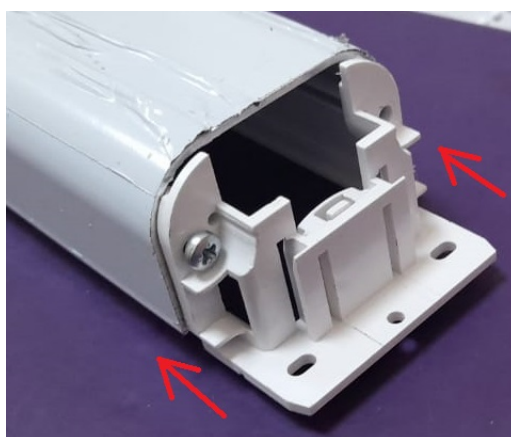

Рис. 4.14
4.9. Установить кронштейн со вставкой на короб со стороны заглушки и закрепить его шурупами 3x12 (Рис. 4.14).